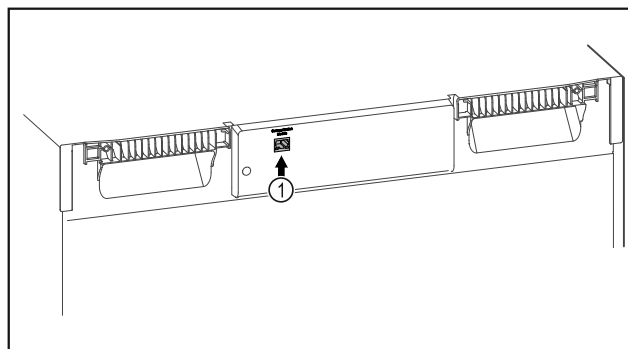

Fig. 88
- Założono SmartModule Fig. 88 (1).